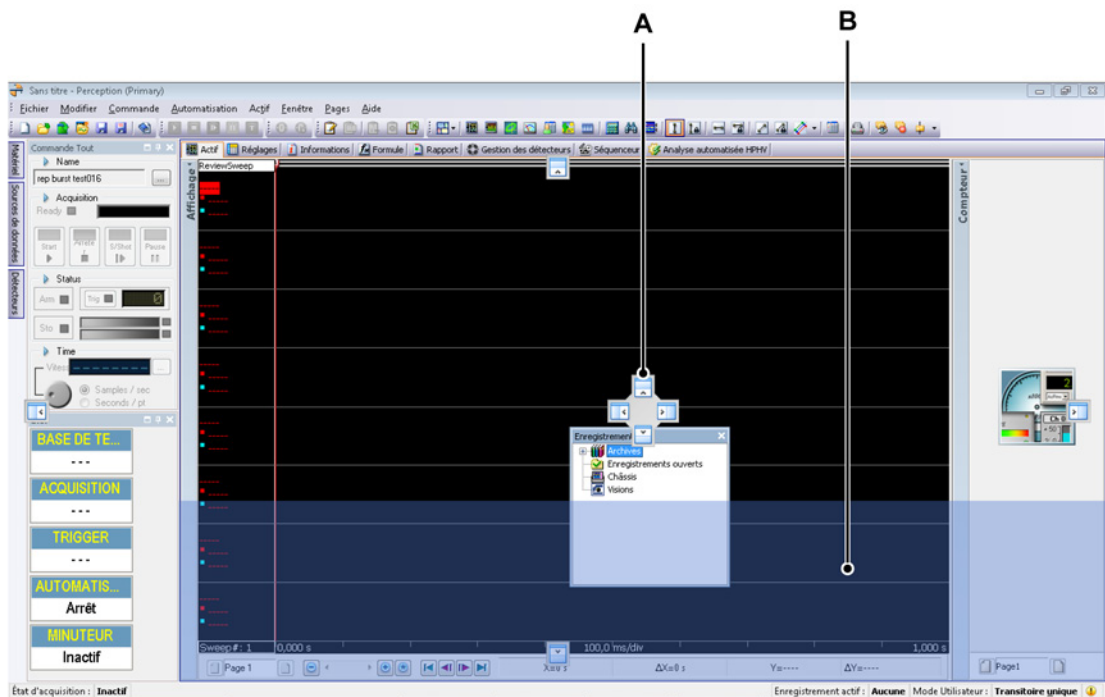
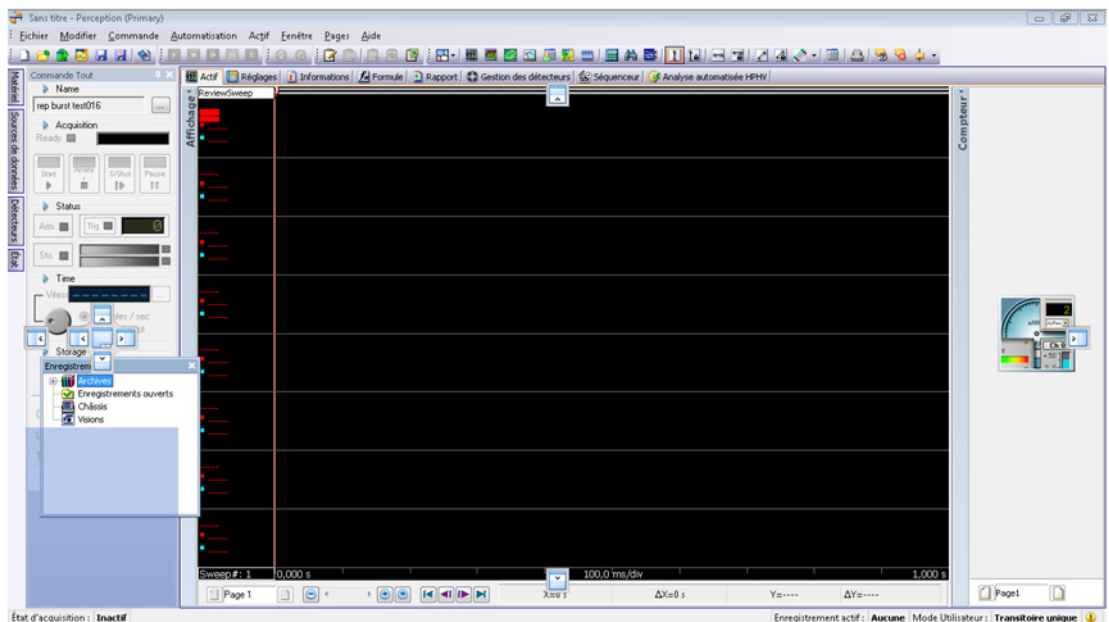

Figure 3.8 : Zone principale de position de la palette
Figure 3.9 : Position relative de la palette
- Placer le pointeur de la souris sur l'une des vignettes et relâcher le bouton de la souris pour ancrer la palette. L'ancrage peut être effectué dans la zone principale (voir Figure 3.8 page 58) ou en fonction d'une palette déjà ancrée (voir Figure 3.9).